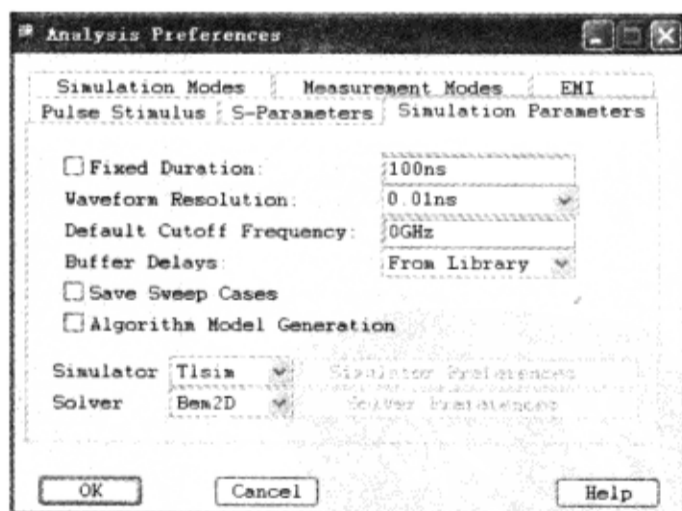

图 6-7-7 设置仿真参数
(10) 设置“Simulation Parameters”栏，如图 6-7-7 所示。